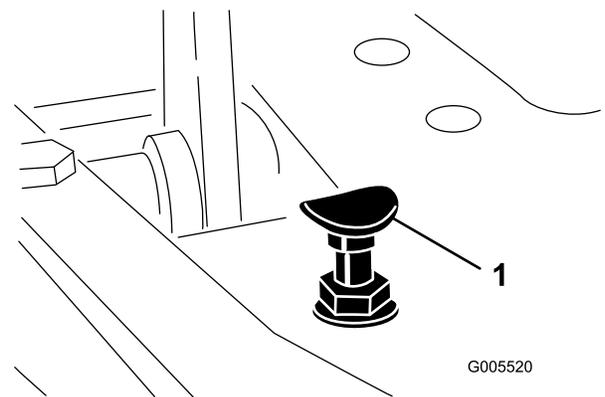

Bild 47
Stellen Sie den Funktionsschalthebel in die TRANSPORT-Stellung und treten Sie auf das Fahrpedal, um die maximale Transportgeschwindigkeit zu erreichen. Wenn das Pedal den Anschlag erreicht (Bild 47), bevor das Kabel gespannt ist, führen Sie folgende Einstellungsschritte aus:
1. Stellen Sie den Funktionsschalthebel in die TRANSPORT-Stellung lösen Sie die Sicherungsmutter, mit der der Pedalansschlag an der Bodenplatte befestigt ist (Bild 47).